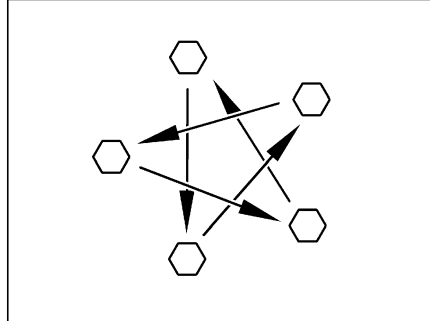

Fig. 165 Serrer en croix les écrous ou les boulons de roue
- Vérifier régulièrement le serrage des écrous ou des boulons de roues. Resserrer alternativement et en croix (Fig. 165) tous les écrous ou les boulons de roue 50 km après le changement d'une roue. Couple de serrage, voir paragraphe 15.5.2.
- ▷ Serrer en croix les écrous ou les boulons de roue (Fig. 165).